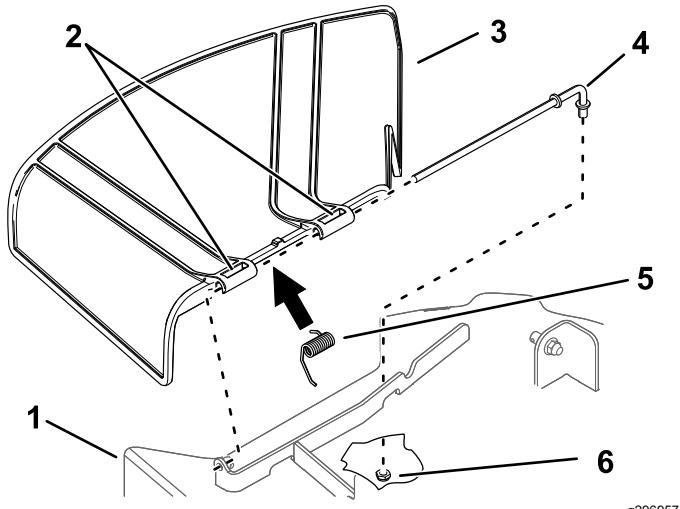

Figure 75
1. Retirez l'écrou ($\frac{3}{8}$ ") de la tige, sous le plateau de coupe (Figure 75).
2. Sortez la tige du support du plateau, du ressort et du déflecteur d'herbe (Figure 75).
4. Montez le nouveau déflecteur d'herbe (Figure 75).
7. Insérez la tige dans le second pivot du déflecteur d'herbe (Figure 75).
9. Fixez l'extrémité arrière de la tige dans le plateau de coupe à l'aide d'un écrou ($\frac{3}{8}$ '), comme montré à la Figure 75.